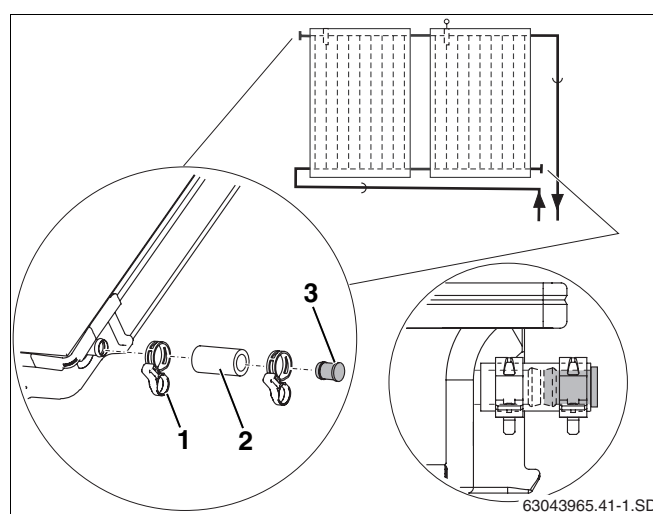

Рис. 21 Установка заглушек и пружинных хомутов
- Надеть шланги 55 мм (рис. 21, поз. 2) с предварительно установленными на них заглушками на оба свободных штуцера поля коллекторов.